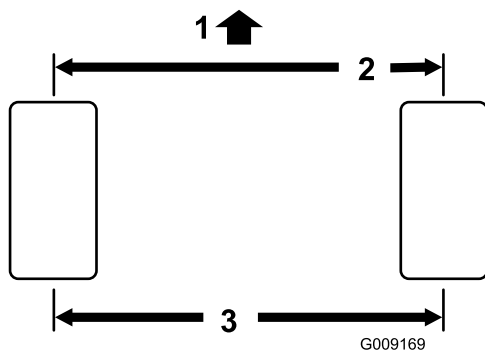

Figure 76
2. Mesurez l'entraxe (à hauteur d'essieu) à l'avant et à l'arrière des roues directrices (Figure 76).